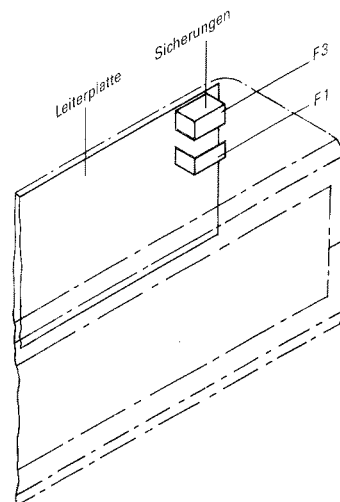

Abb. 5.4
3. Sicherungen (Einbaulage siehe Abb. 5.4) prüfen bzw. austauschen.